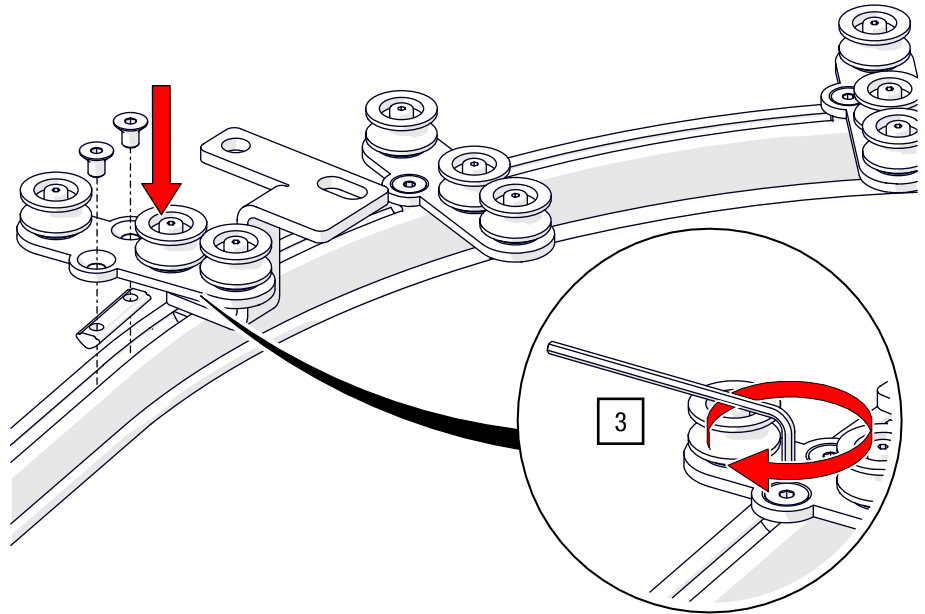

Abb. 72: Obenliegende Seilführung – Seilführung für Kurve montieren
3. Positionieren Sie in den Kurven jeweils eine der mitgelieferten Seilführungen in der Nähe der Abhängungen, verteilen Sie den Rest an der Schienenbiegung (Doppelrolle an Gegenseite der Seilklemmung) und ziehen Sie die Schrauben mit einem ISK SW 3 an (siehe Abb. 72).